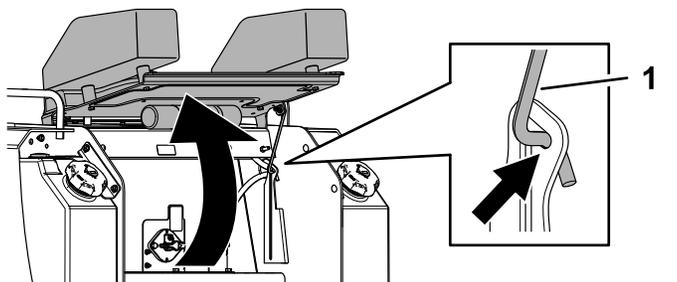

Figura 35
2. Levante la cubierta de acceso trasera y sujete la varilla de sujeción para tener acceso a los componentes internos (Figura 35).